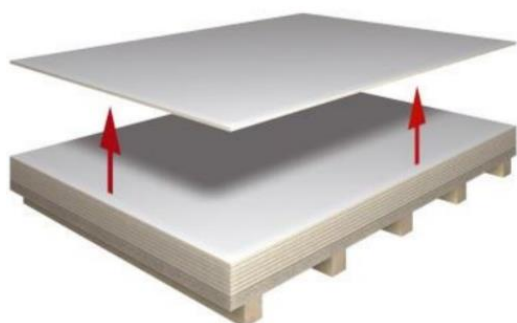

Рисунок 4
- Плиты необходимо приподнимать и не сдвигать их декоративными сторонами друг об друга (см. рис. 4)